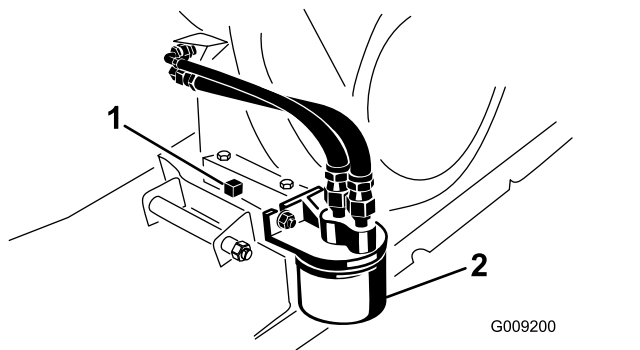

Figura 34
6. Coloque um recipiente de escoamento debaixo do bujão de drenagem (Figura 34).
7. Retire o tampão de escoamento e o vedante (Figura 34).
2. Retire o filtro de óleo existente (Figura 34).
4. Enrosque o novo filtro no adaptador do filtro até que a junta entre em contacto com a placa de montagem; em seguida, aperte o filtro mais $\frac{1}{2}$ a $\frac{3}{4}$ de volta (Figura 34).